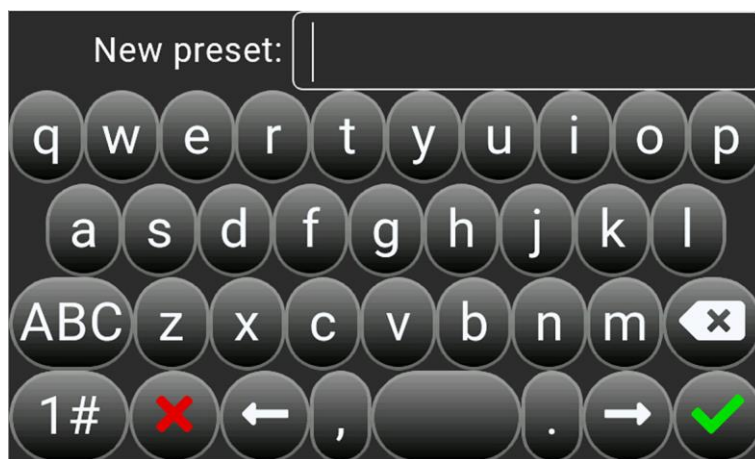

Рисунок 10.8 - Назначение имени новой пользовательской настройке
-  - сохранить текущие настройки. Переход в меню для назначения имени настройки (Рис. 10.8);